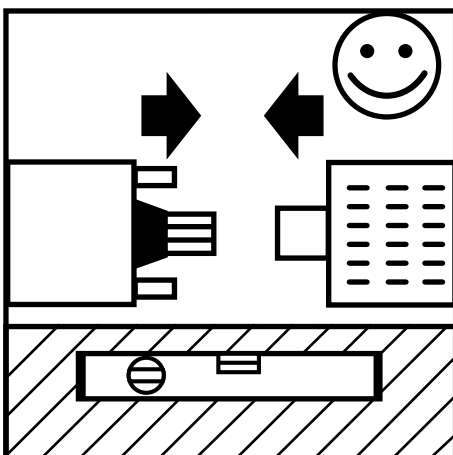

Fig.: 11
1. Colocar o motor e o agregado em posição horizontal e plana (Fig.: 11).